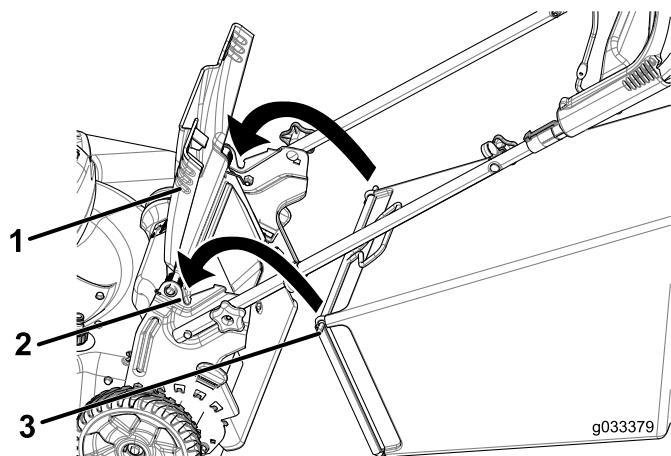

Figura 21
1. Sollevate il deflettore posteriore e tenetelo sollevato (Figura 21).
2. Montate il cesto di raccolta, accertandovi che i suoi perni siano inseriti nelle tacche presenti sulla stegola (Figura 21).